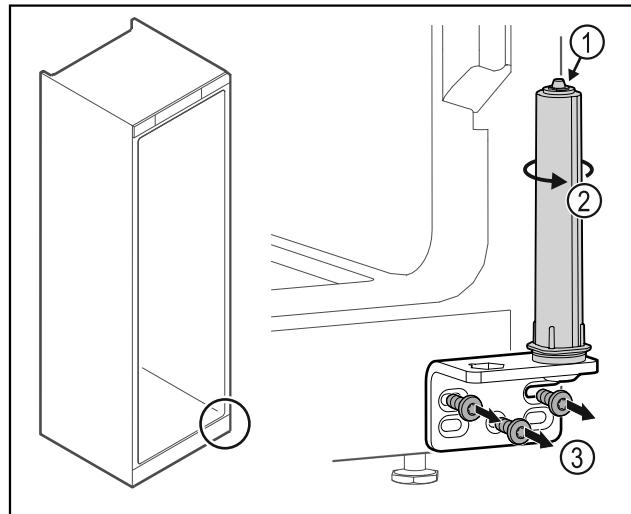

Fig. 39
- ▶ Mos e zbërtheni sistemin e mbylljes së derës Fig. 39 (1).
- ▶ Rrotulloni sistemin e mbylljes Fig. 39 (2) derisa të kërcasë.
- ▶ Lironi vidat e profilit të menteshës Fig. 39 (3).